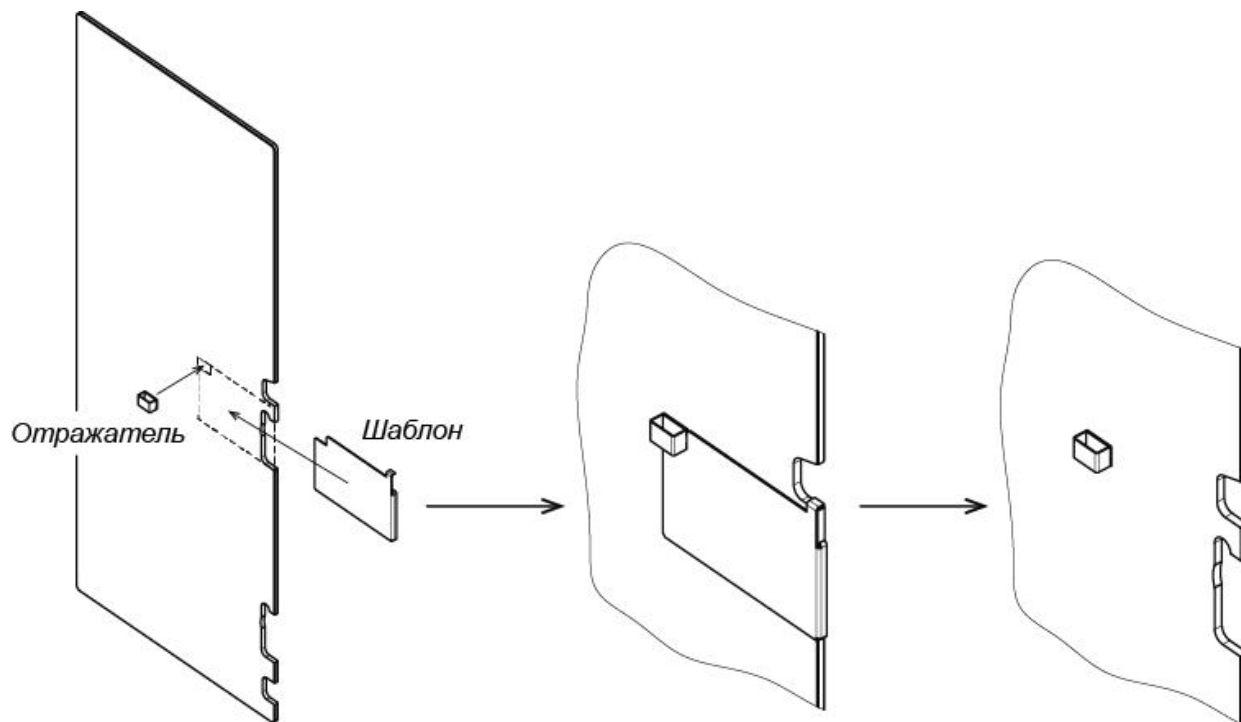

Рисунок 27. Установка отражателя
2. Приклейте отражатель из комплекта поставки на створку (см. рис. 27), для чего: